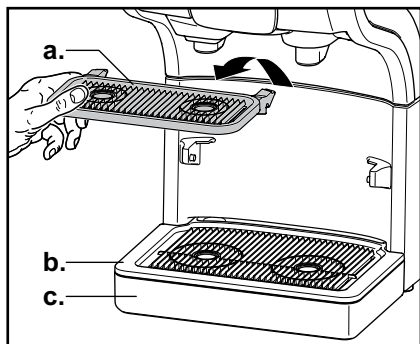

图 49
2. 取下杯座板（a），滴水格子（b）和滴水盘（c）。（图 49）